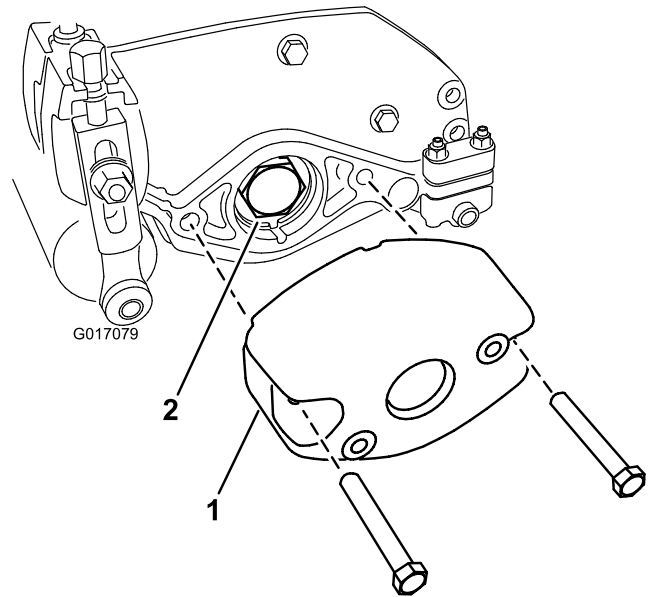

Figura 2
5. Retire los 2 pernos y tuercas que fijan el contrapeso al extremo izquierdo de la unidad de corte. Retire el contrapeso (Figura 2).
6. Retire la tuerca del cojinete del eje del molinete (Figura 2).